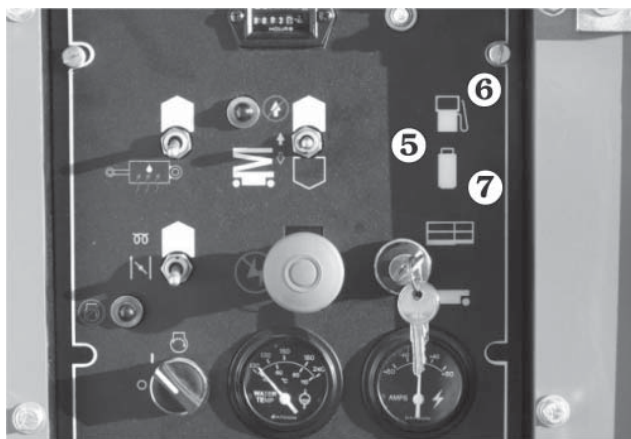

Abb. 8.13
5. **Für Dualkraftstoffbetrieb:** Schalten Sie den **Kraftstoff-Schalter 5** je nach Bedarf auf Benzin **6** oder Flüssiggas **7**, (siehe Abb. 8.13).